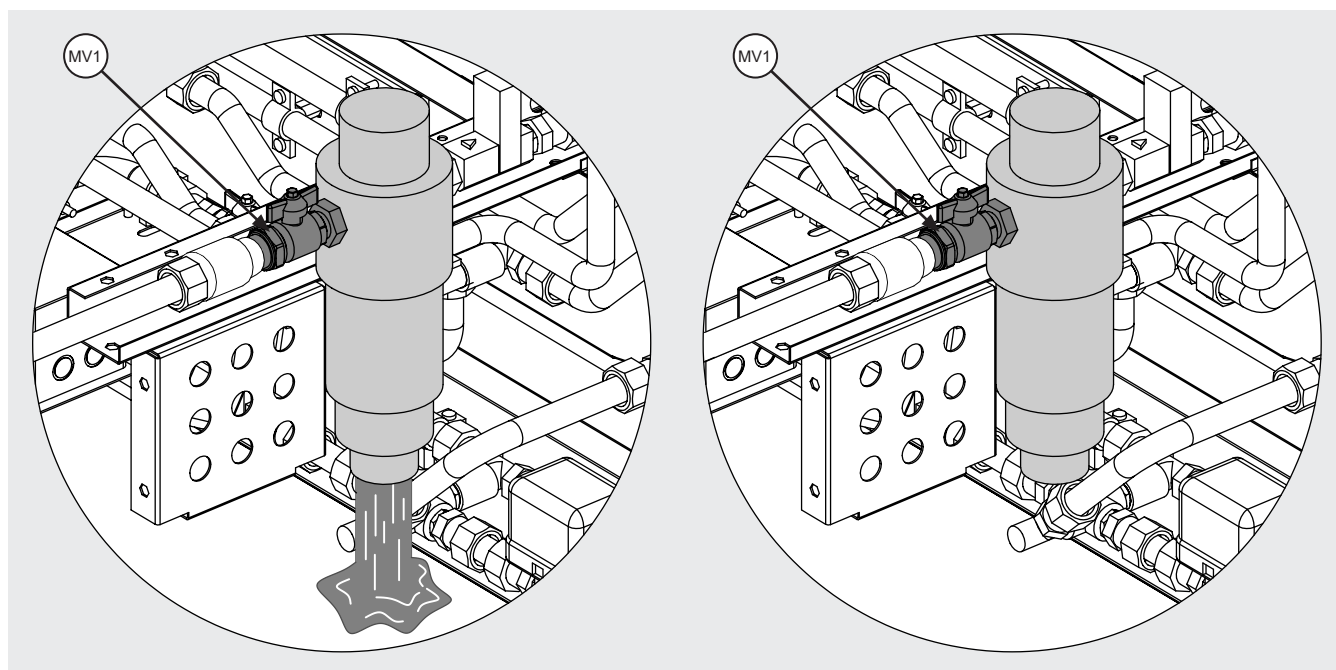

Figure 27
- 12.15.7 Assurez-vous que l'eau du réseau est disponible et que la vanne manuelle (MV1) en amont du filtre est ouverte, voir Figure 27.
- 12.16.4 Assurez-vous que le modèle est éteint, comme indiqué aux points 12.1 - 12.4, et que le circuit adiabatique du modèle est isolé: fermez la vanne (MV1) à l'entrée, voir la Figure 27.
- 12.16.11 Lorsque vous avez terminé, ouvrez la vanne (MV1) précédemment ouverte, voir la Figure 27.
- 12.18.10 Nettoyez le filtre à eau d'entrée conformément au point 12.15, la vanne (MV1) étant fermée (voir la Figure 27). Les résidus seront évacués du filtre avec l'eau qu'il contient.